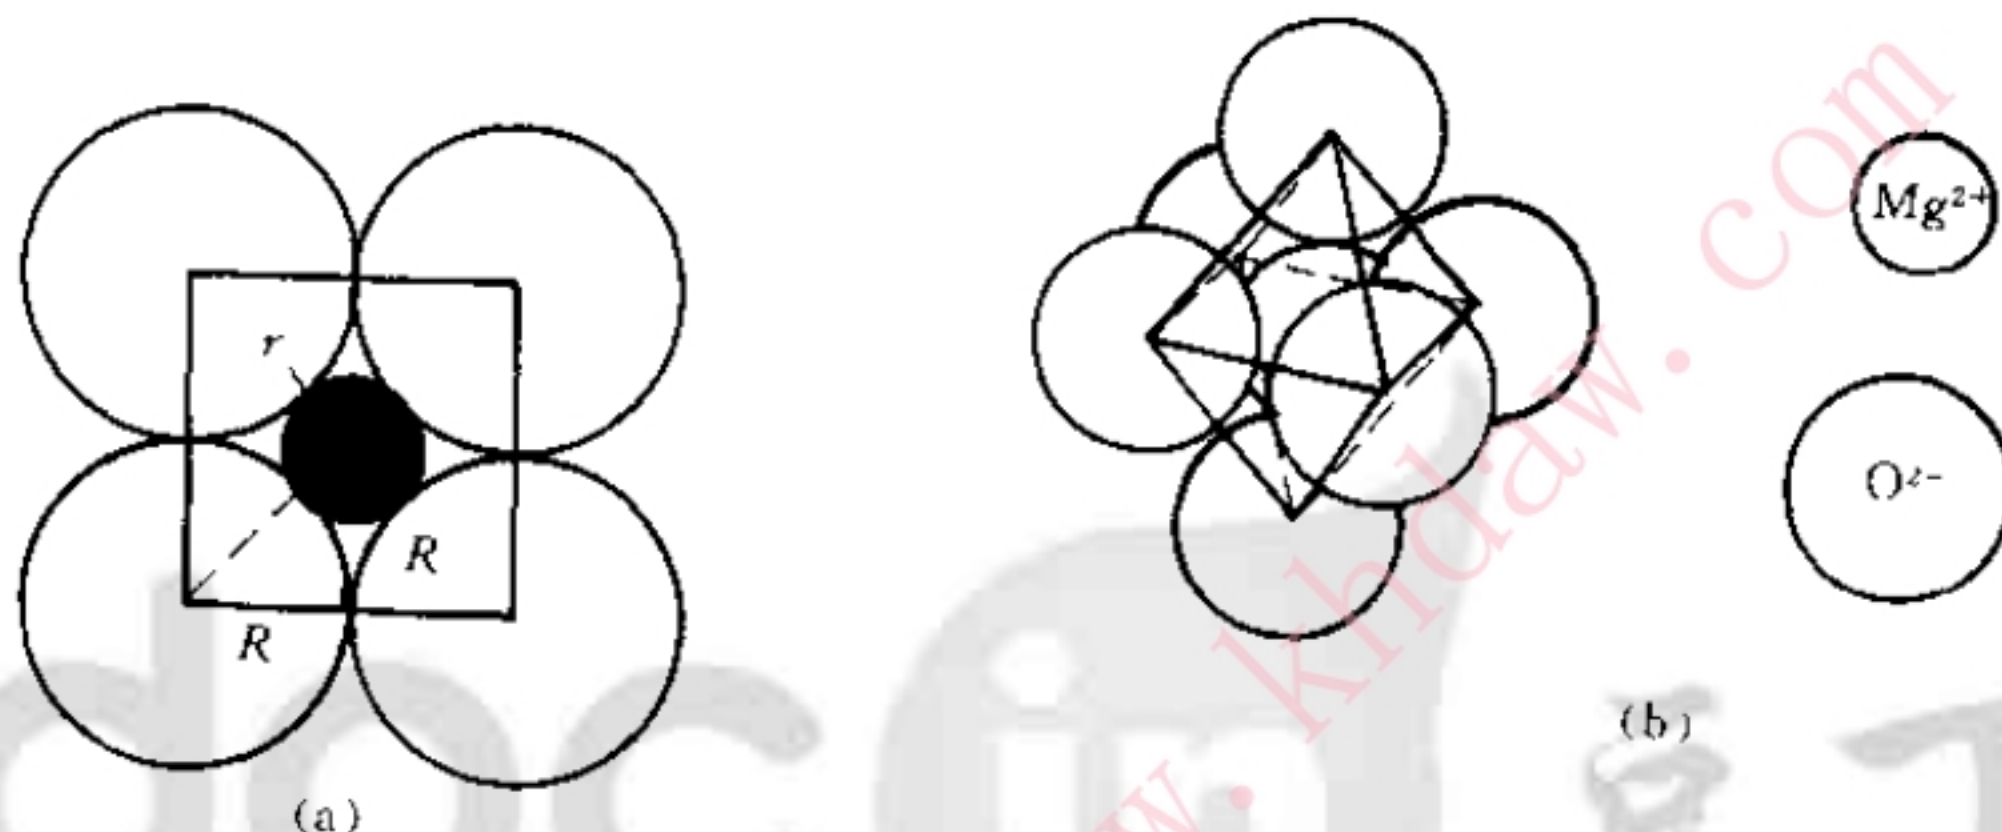

图 1-11 (a) 配位数为 6 时最小的  $r/R$ ; (b) 离子键的配位数(三度空间)
**解** 当配位数为 6 时, 其可能的半径比的最小值见图 1-11(a)。由图 1-11(b) 可知第 5 和第 6 个离子正好位于图 1-11(b) 的中心离子的正上方和正下方。一个镁离子  $\text{Mg}^{2+}$  最多只有被 6 个氧离子( $\text{O}^{2-}$ ) 包围。
由图 1-11(a) 可知: